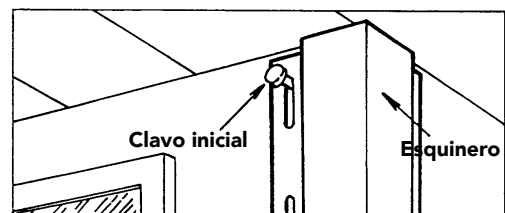

Figura 17
- Separe los sujetadores un máximo de 16" (406 mm) entre los paneles de revestimiento horizontal, cada 12" (305 mm) para los paneles de revestimiento vertical y cada 8" a 12" (203 mm a 305 mm) para los accesorios. Estas distancias pueden aumentarse si el fabricante permite un espaciamiento mayor basado en pruebas de carga de viento. Comience fijando el revestimiento vertical y los esquineros en la ranura más alta para sostenerlos en su lugar (Figura 17). Coloque todos los sujetadores en el centro de las ranuras.